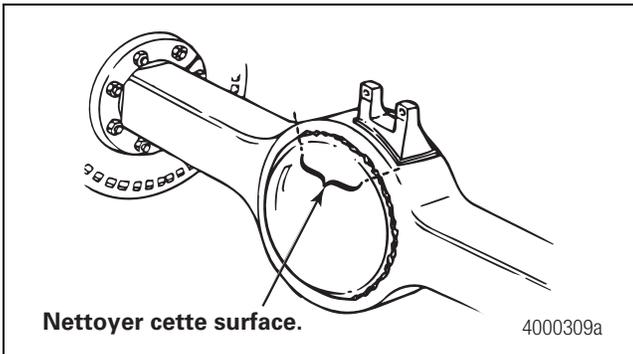

Figure 4.9
4. Pour effectuer une soudure de réparation du carter de pont au couvercle, nettoyer de part et d'autre de la soudure endommagée sur une longueur de 2 à 3 po (50 à 75 mm). Nettoyer la partie intérieure, à l'endroit où le couvercle s'appuie sur le carter. Nettoyer complètement la surface autour du couvercle. Utiliser une brosse métallique et un solvant de nettoyage pour éliminer de ces surfaces la saleté et la graisse. Figure 4.9.